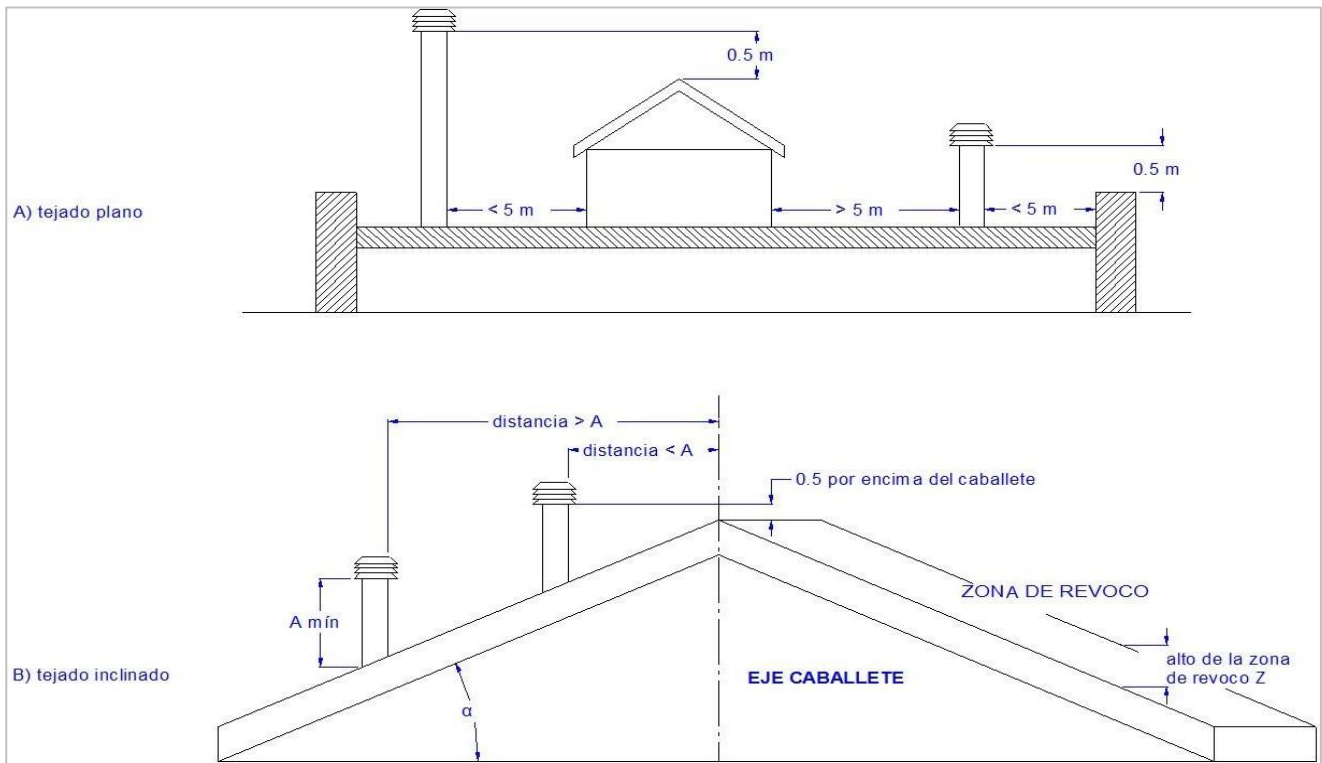

Figura 6
5. Estar localizado em uma posição que garanta a adequada dispersão e diluição dos produtos de combustão, sempre fora da zona de refluxo onde podem facilmente formar-se contrapressões. O tamanho e a forma desta área variarão em função do ângulo de inclinação das aletas da tampa, pelo que é necessário respeitar as alturas mínimas indicadas (ver figura 6).